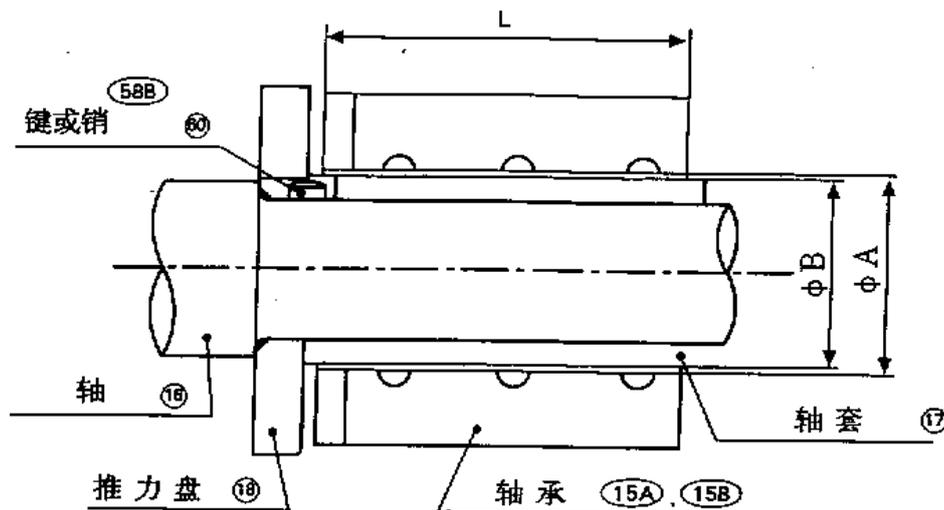

图 2 摩擦副配合图
a) 为了防止轴套 (17) 旋转将圆柱销 (48) 装在如图 2 所示的位置上，应核实轴套 (17) 的咬合部是否准确地咬合上。另外，推力盘 (18) 倒角小的一面是堆焊面，所以应将该堆焊面朝向轴承侧进行安装。
c) 转子组件 (19) 组装后的轴向间隙，在轴承 (15A)、(15B) 及推力盘 (18) 没有磨损时将调整垫圈 (56) 按原样装进去，调整后的轴向窜量值请见如表 5-2。若轴承和